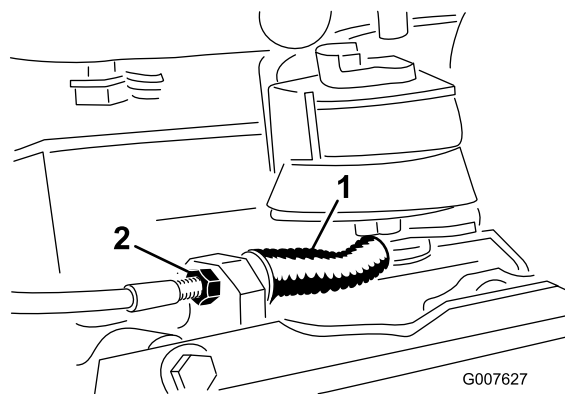

図 34
- ケーブルの張りをゆるくするには、ケーブルの前ジャムナットをゆるめて後ジャムナットを締める 図 34。必要に応じて上記ステップ1と2を繰り返して再調整する。
- ケーブルの張りを強くするには、後ジャムナットをゆるめて前ジャムナットをゆるめる 図 34。必要に応じて上記ステップ1と2を繰り返して再調整する。